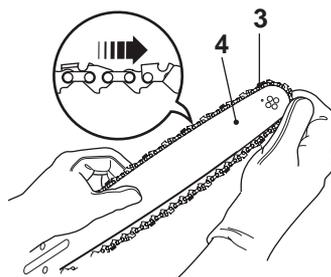

Fig. 2
4. Étalez la chaîne [3], en faisant attention à bien orienter les lames dans le sens de rotation, puis enfiler la chaîne dans la rainure autour du guide-chaîne [4] (Fig. 2).